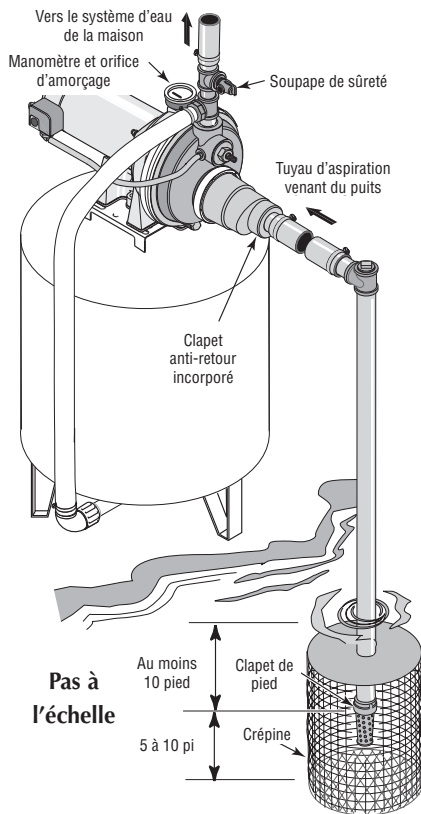

Figure 9 - Installation pour les eaux de surface
6. Poser le té d'amorçage, le bouchon d'amorçage et le tuyau d'aspiration sur la pompe (voir la Figure 9). Supporter le tuyau de façon qu'il ne soit pas cintré afin qu'il n'exerce pas de contraintes sur le corps de la pompe; de plus, il doit être légèrement incliné vers le haut, du puits jusqu'à la pompe (les points hauts risquent de causer des poches et des bouchons d'air dans la pompe). Rendre étanches les raccords du tuyau d'aspiration avec du ruban d'étanchéité en PTFE pour filetage ou une pâte pour raccords filetés à base de PTFE. Les raccords doivent être étanches à l'air et à l'eau. Si le tuyau d'aspiration aspire de l'air, la pompe ne pompera pas l'eau du puits.